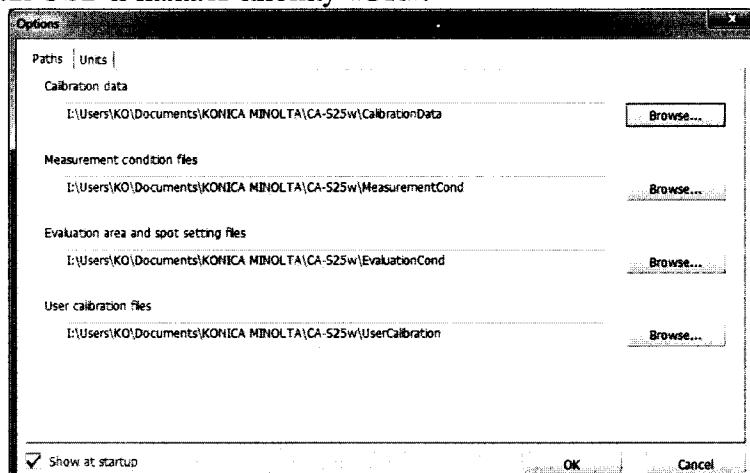

Рисунок 3
7.4.3 Убедиться, что выключатель электропитания находится в положении OFF (О). Подключить адаптер электропитания прибора к сети переменного тока. Перевести тумблер питания в положение ON (I). Включить компьютер и запустить программное обеспечение CA-S25w, появится диалоговое окно «Options» (рисунок 3). Подключить приборы к компьютеру, на который установлено программное обеспечение CA-S25w, с помощью интерфейсного кабеля USB и нажать кнопку «OK».